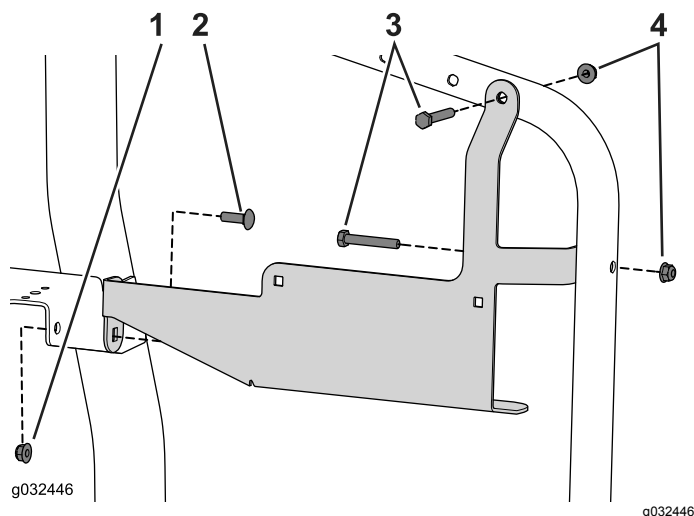

Figura 30
1. Utilize os 3 parafusos de carroçaria (5/16 pol. x 1 pol.) e 3 porcas flangeadas para prender o suporte à estrutura (Figura 30).